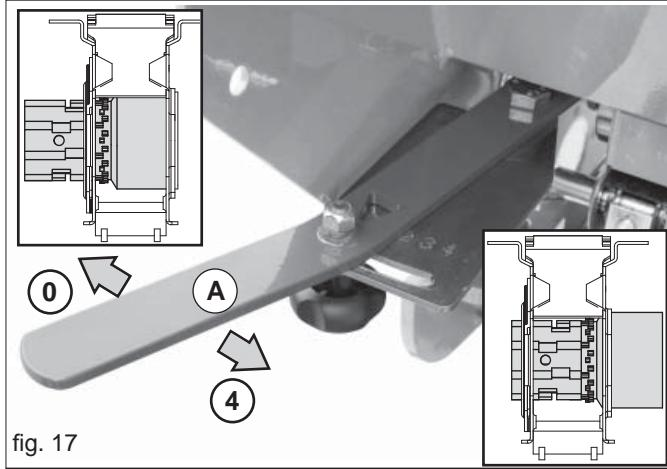

fig. 17
- 2) Hebel (Abb. 17) auf Position «A»;
Bevor mit der Aussaat begonnen wird, ist die geeignete Stellung des Dosierrollenöffnungshebels auf der Basis der auszustreuenden Saatgutmenge zu wählen (Abb. 17). Dazu die AUSSTREUUNGSSTABELLEN nachschlagen (Seite 15).
Die Öffnungsweitereinstellung der Dosierrollen erfolgt durch Verstellen des Hebels (**A**, Abb. 17) längs des Langlochs zwischen den Bezügen **0** und **4**.
- 6) Jetzt kann die auszustreuende Saatgutmenge genauer eingestellt werden, indem die Stellung des Hebels (A, Abb. 17) geändert wird.
- Den Hebel (A) auf Abbildung 17 in die komplette geöffnete Position verstellen (Pos. 4).